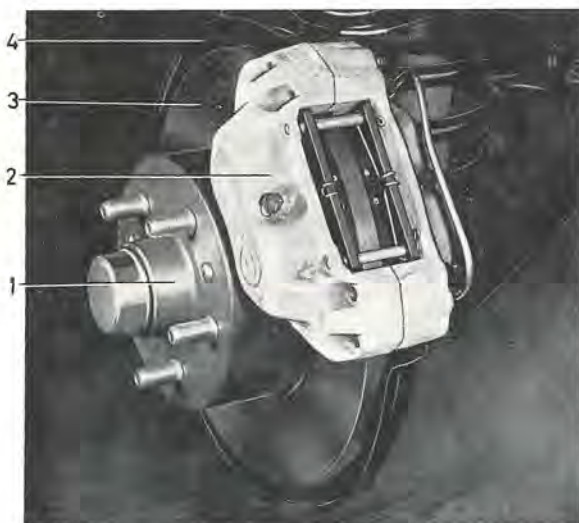
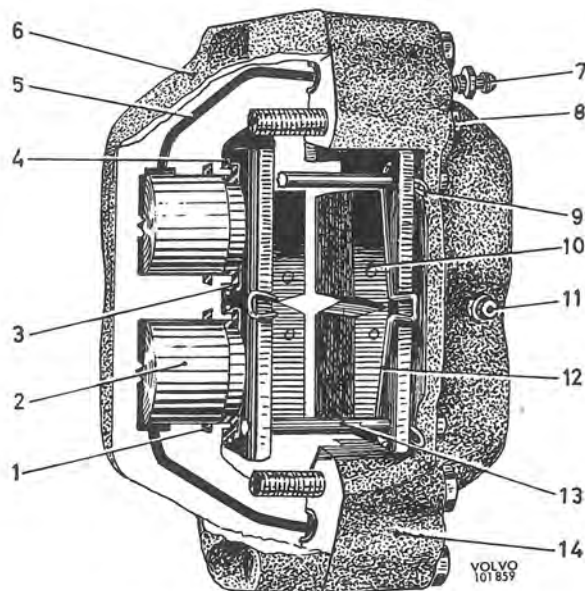

Bild 8. Bromsdelar, framhjul
Bild 9. Främre bromsok (Girling)
Hur bromsdelarna är placerade vid framhjulen framgår av bild 8. Bromsskivan (3) är av gjutjärn och fästad på hjulnavet med vilket den roterar. Skyddsplåten (4) hindrar nedsmutsning av skivan. På hjulspindeln är fästad en anordning för hjulcylindrar och bromsklotsar, i fortsättningen benämnd främre bromsok (2). Detta består av ett hus i två halvor (6 och 14 bild 9) förenade med hjälp av skruvar och placerade över bromsskivan. Vardera halvan har två cylindrar och kolvar. Den övre cylindern är helt skild från den nedre cylindern men såväl övre som nedre står genom kanaler i förbindelse med motsvarande cylinder i den andra halvan. Tättningsringarnas (1) uppgift är dels att hindra bromsvätska att tränga ut, dels att återföra kolvarna till viloläge efter bromsning. Gummikåporna (3)
3.a. Gäller Girling bromsok. Demontera de hårnålsformade låsklämmorna för styripinnarna (13 bild 9). Dra ut en låspinne medan dämpningsfjädrarna (12) hålls på plats. Demontera fjädrarna och den andra låspinnen.
montera dämpningsfjädrarna och den andra låspinnen, jämför bild 9. Fixera pinnarna med nya låsklämmor. Kontrollera att klotsarna är rörliga.